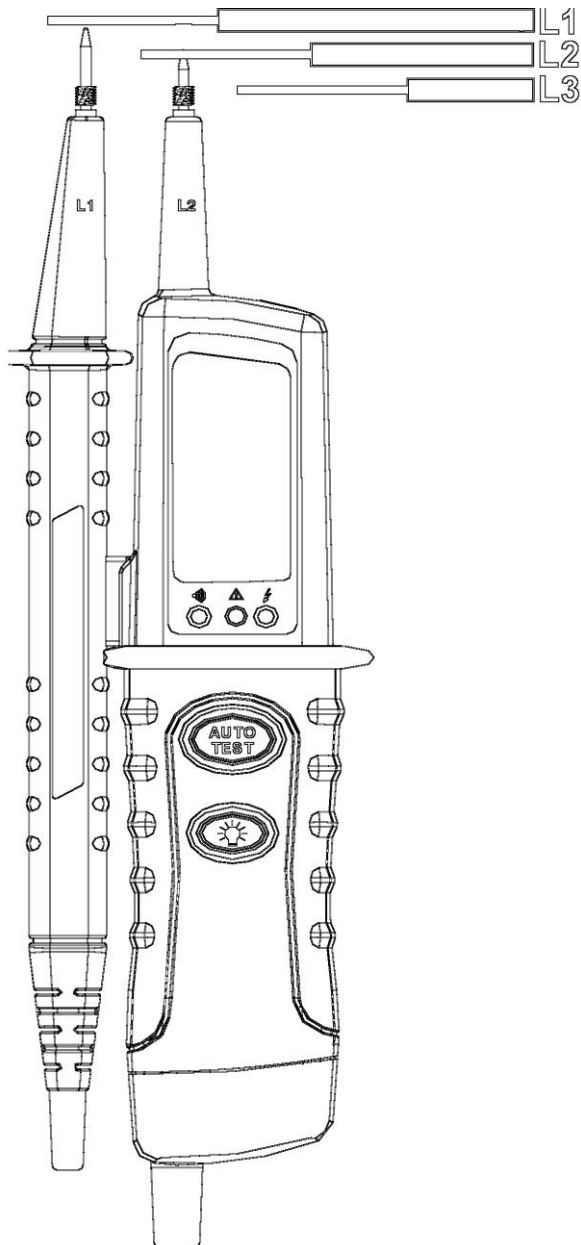

Fig. 5: Função sequência de fases
2. Ligar o terminal de medida L1 à fase L1 e o terminal de medida L2 à fase L2 do sistema trifásico em teste (ver Fig. 5). O teste é efetuado **apenas por contacto do terminal com a parte metálica do condutor**.